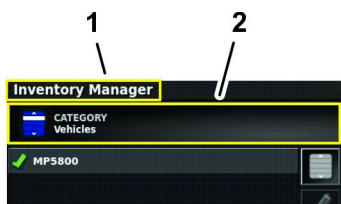

Bild 88
5. Wenn die Kategorie Jobs nicht auf dem Kategorie-Symbol angezeigt wird, tippen Sie auf das Kategorie-Symbol (Bild 88).